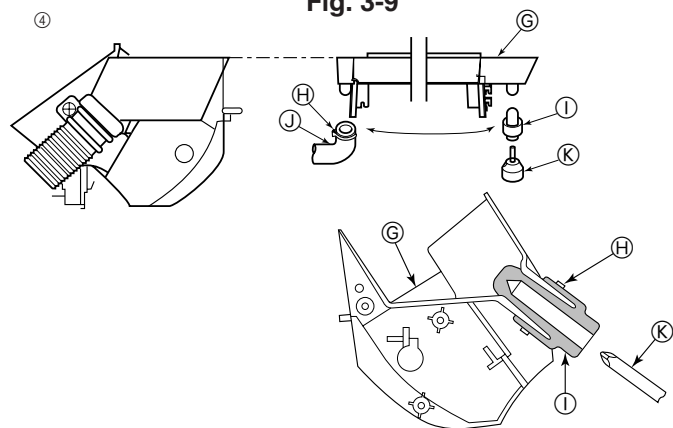

Fig. 3-10
④ Дренажный шланг может быть подсоединен в двух различных позициях. Используйте более удобный для Вас вариант подсоединения и, в случае необходимости, измените положение дренажного лотка, резиновой пробки и дренажного шланга. (Fig. 3-10)